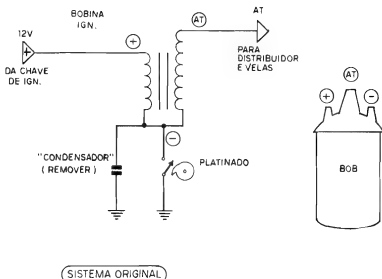

Fig.7
- FIG. 7 - COMO É O SISTEMA ORIGINAL - O PRINCÍPIO DA INSTALAÇÃO DA "IGNES" - O diagrama mostra o "esquema" do sistema de ignição convencional, que previamente encontra-se instalado no veículo, juntamente com uma estilização da bobina também original, terminais identificados... O "condensador" (capacitor) original, eletricamente "paralelado" ao platinado, deve ser retirado (não será usado, com a IGNES...). A ligação original do terminal **negativo (-)** da bobina ao platinado deve ser desfeita (pois será modificada, com a implantação da IGNES). Nada mais precisará ser "mexido" na instalação original da ignição... A caixa contendo o circuito eletrônico deve ser fixada através das suas abas e fu-